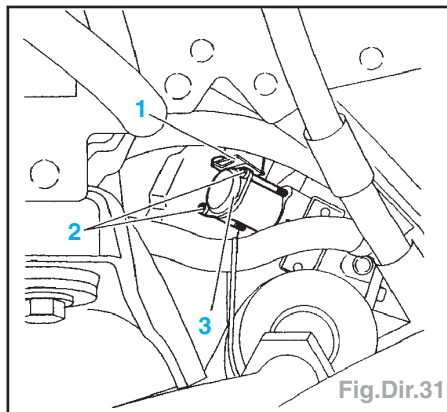

Fig.Dir.31
- Déconnecter le connecteur (1).
- Déposer (Fig.Dir.31) :